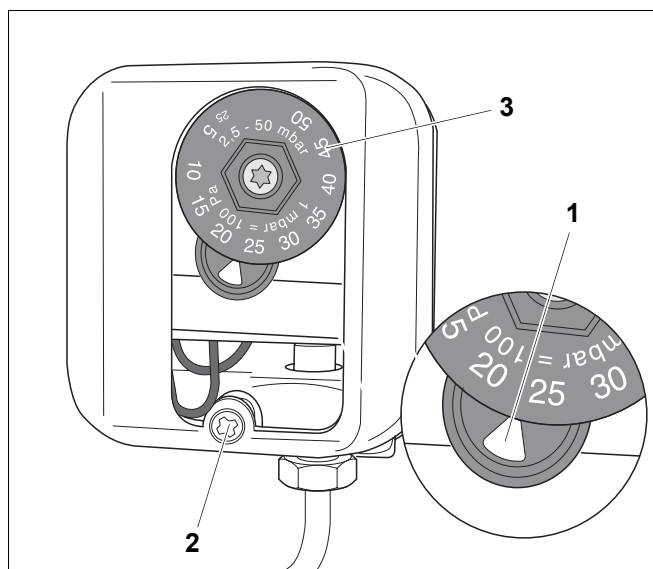

Fig. 46 Presostat de gaz
- Pentru a corecta setarea inițială (Fig. 46, **Poz. 2**) deschideți capacul presostatului de gaz.
- Se setează șaiba de reglare (Fig. 46, **Poz. 3**) pe marcajul corespunzător (Fig. 46, **Poz. 1**).